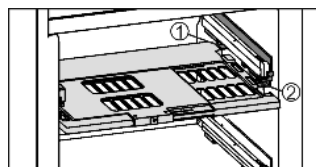

Fig. 14
- ▶ Vochtreguleringsplaat terugplaatsen: dekselranden van de plaat van onder in de achterste houder Fig. 14 (1) plaatsen en aan de voorkant in de houder Fig. 14 (2) vastklikken.